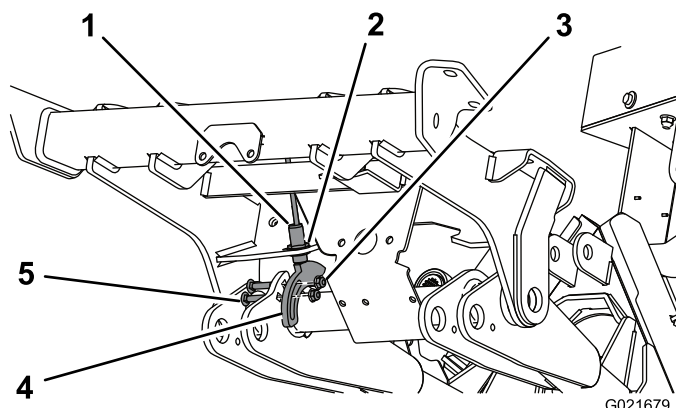

Figure 14
- Utilisez le trou au bas du cadre avant pour monter, sans serrer, le contacteur de proximité au moyen des rondelles et écrous de blocage (Figure 14).
- Écrou de blocage et rondelle (2)
- Écrou à embase (2)
- Vis de carrosserie (2)
- Fixez la plaque sensible au bras de levage gauche au moyen de 2 boulons de carrosserie (5/16 x 1/4 po) et écrous à embase légèrement serrés. Ne serrez pas les écrous de blocage à ce stade. Positionnez la plaque sensible comme montré à la Figure 14. Assurez-vous que le contacteur ne touche pas la plaque sensible.